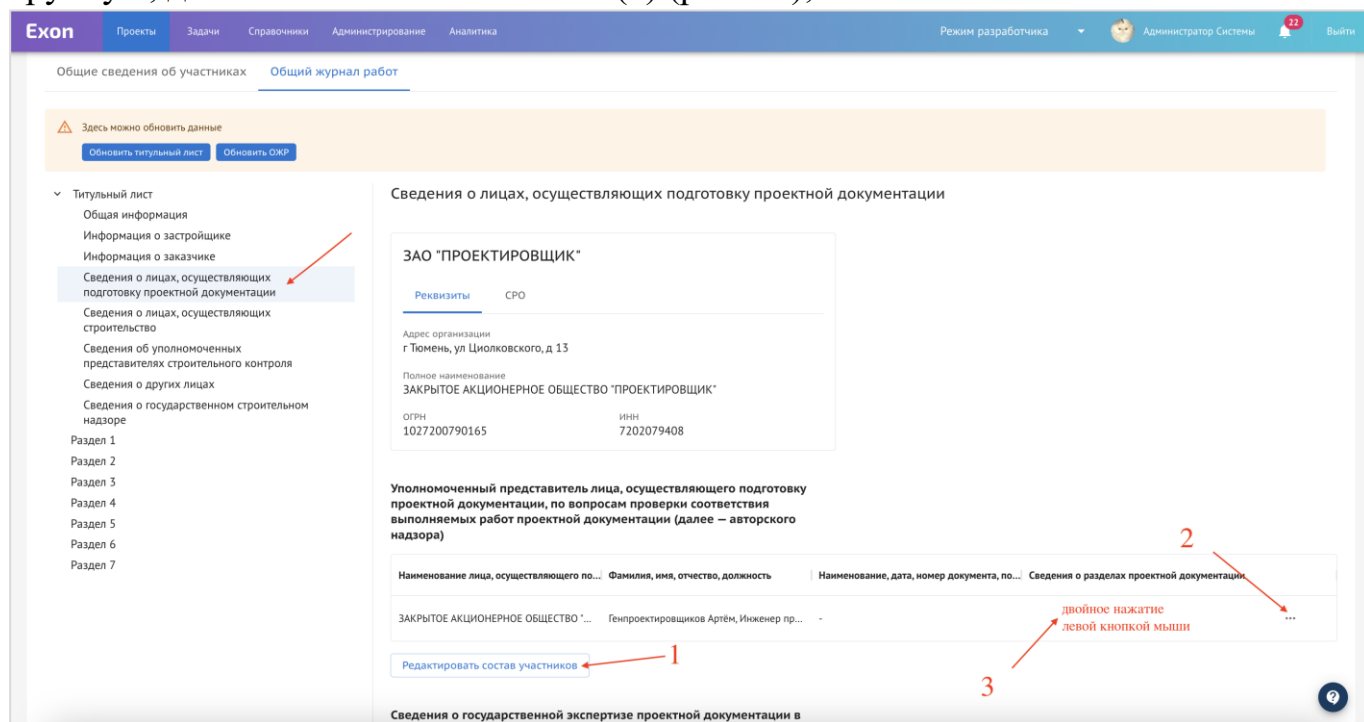

Рис. 12- Сведения о лицах, осуществляющих подготовку проектной документации
5. **Сведения о лицах, осуществляющих подготовку проектной документации.** В данный блок пользователей необходимо добавить вручную через кнопку «Редактировать состав участников» (1). В открывшемся окне станет доступны выбор пользователей из организаций с ролью «Проектировщик» и «Авторский надзор». Далее указывается шифр и наименование разделов ПД, за которые ответственен данный сотрудник - можно выбрать из модуля ПИР (2) или ввести вручную, двойным нажатием на поле (3) (рис. 12);